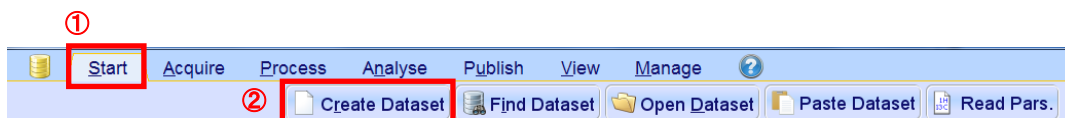

図 40. フローユーザーインターフェイス
① **Start** タブをクリックし、フローインターフェイスを切り替えます(図 40)。